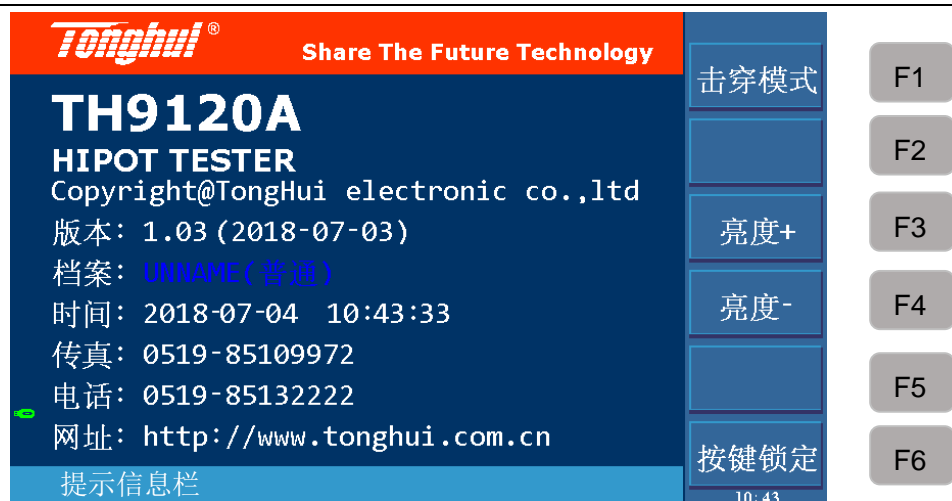

图 4-7 键锁及密码界面
- 在非 TEST (测量) 页面，即 SYSTEM 或 SETUP 界面，按【STOP】键进入图 4-7 所示界面。